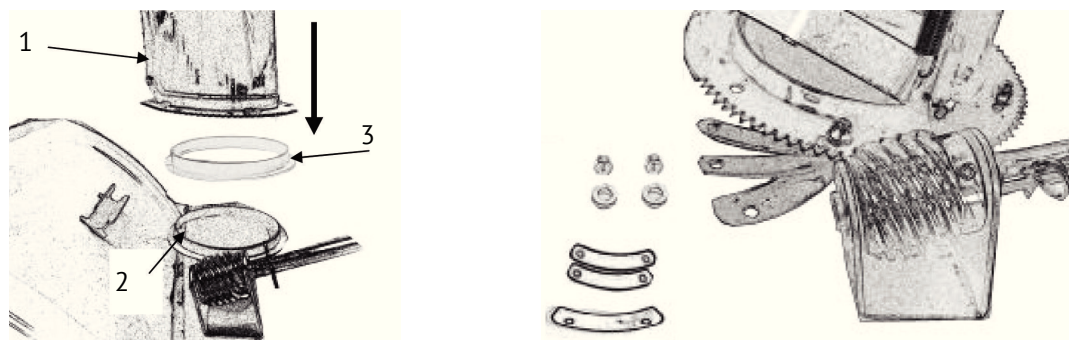

рис. 4
- установите пластмассовое опорное кольцо жёлоба (рис.4 поз.2) на корпус снегозаборника (рис.4 поз.3);
- закрепите жёлоб при помощи планок крепления и болтов (рис.4). Планка крепления состоит из одной металлической и двух пластмассовых пластин. Последовательность расположения пластин снизу - вверх (металлическая - пластмассовая - пластмассовая).